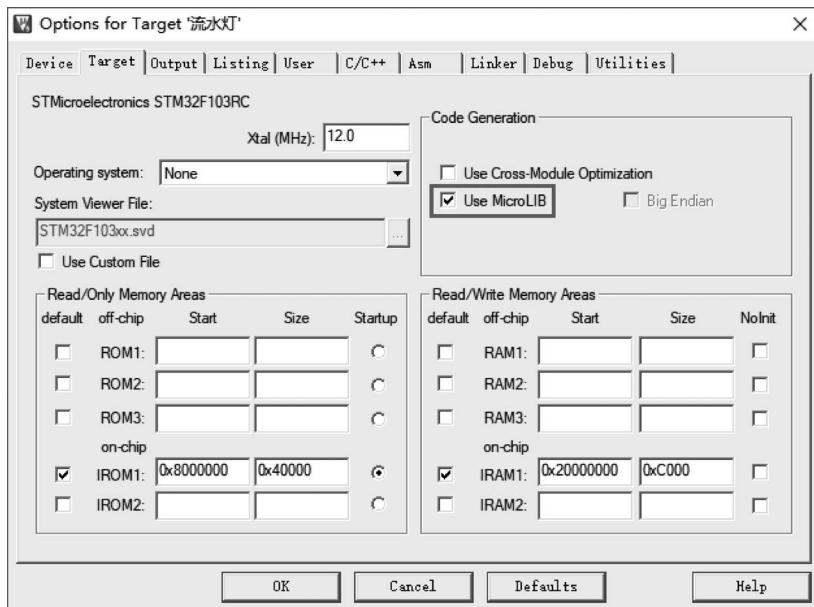

图 3-3 Target 选项卡
(1) 单击工具栏中的魔术棒按钮 , 弹出配置菜单, 可以看到配置菜单关于 Device、Target、Output、Listing、User、C/C++、Asm、Linker、Debug 和 Utilities 选项的设置。
(2) Device 在新建工程时已经选定了器件, 单击 Target 选项卡, 勾选微库, 这样是为了后面的串口例程可以使用 printf 函数, 如图 3-3 所示。